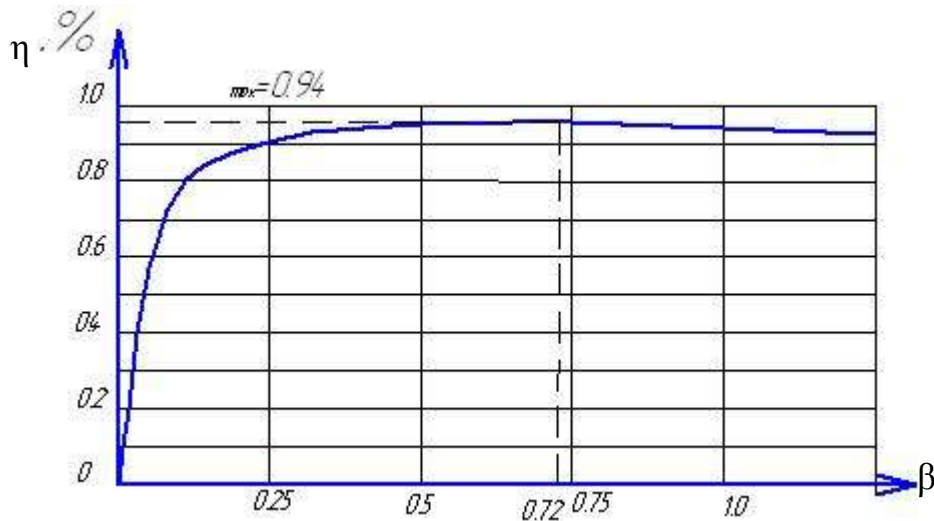

Рисунок 4.3- График зависимости  $\eta=f(\beta)$
5. Построим график зависимости КПД трансформатора от коэффициента нагрузки (рисунок 4.3).